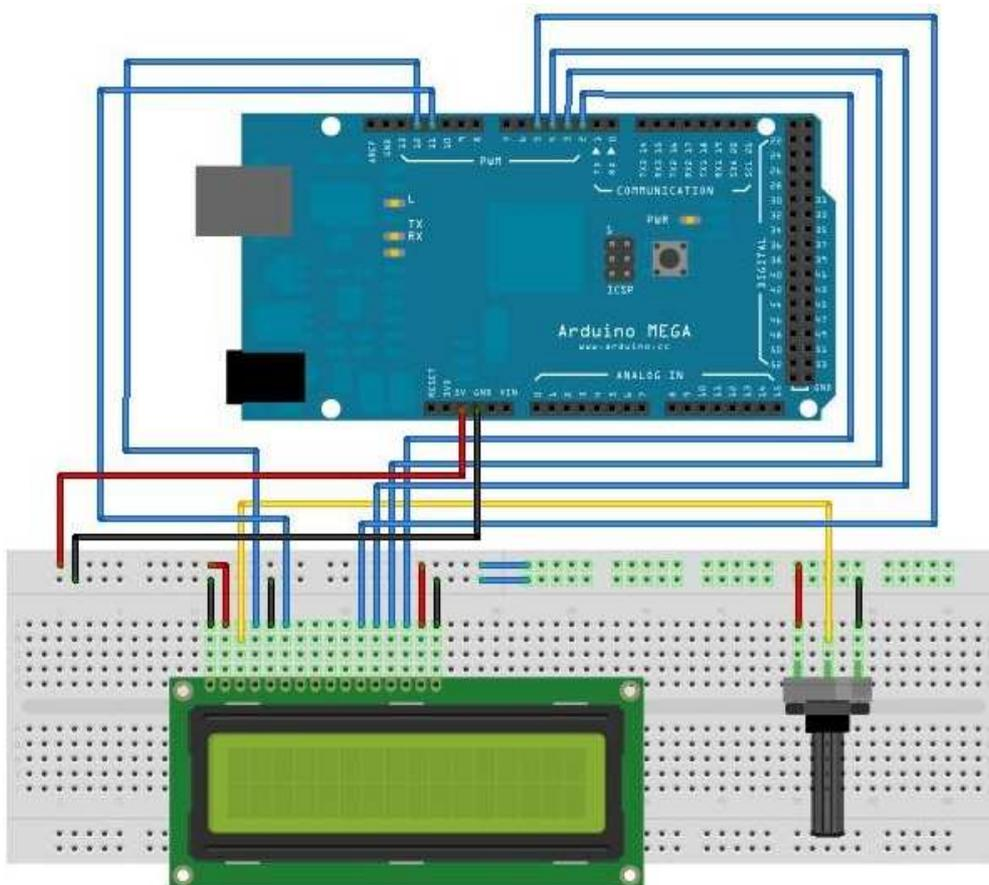

Figura 4: Montagem do Circuito
- pino VSS(1) do LCD ao pino GND
- pino VDD(2) do LCD ao pino 5V
- pino RS(4) do LCD ao pino 12
- pino RW(5) do LCD ao pino GND
- pino Enable(6) do LCD ao pino 11
- pino D4(11) do LCD ao pino 5
- pino D5(12) do LCD ao pino 4
- pino D6(13) do LCD ao pino 3
- pino D7(14) do LCD ao pino 2
Devemos conectar também o potenciômetro de 10K aos pinos 5V, GND e V0(3) do LCD, conforme sugere a Figura 4: